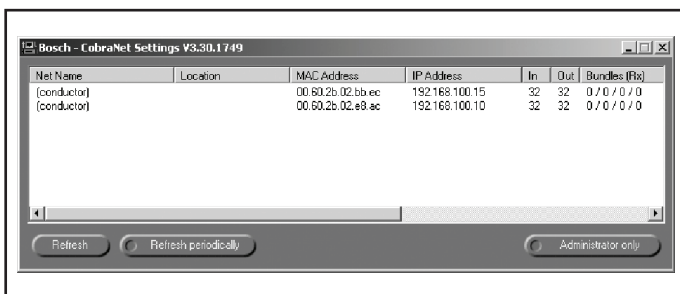
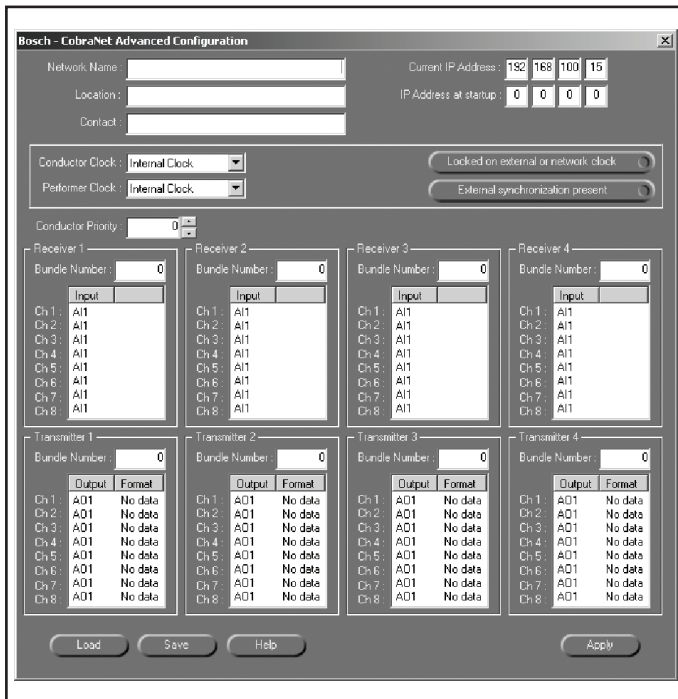

рисунок 13.9: Окно настроек CobraNet
рисунок 13.10: Окно Advanced configuration
На ПК, идите Start > Programs > Bosch > CNConfig. Монитор ПК покажет окно настроек CobraNet (см. рисунок 13.9 в качестве примера).
Окно настроек CobraNet (см. рисунок 13.9) показывает устройства CobraNet сети CobraNet и их параметры CobraNet.
Чтобы изменить значения нескольких параметров одновременно, используйте окно Advanced configuration (см. рисунок 13.10).
С помощью окна Advanced configuration (см. рисунок 13.10) вы можете менять значения параметров CobraNet на устройствах CobraNet. Чтобы открыть окно Advanced configuration, дважды щелкните на устройстве CobraNet в окне настроек CobraNet (см. рисунок 13.9).
- 1 Перейдите в окно Advanced Configuration (см. рисунок 13.10) программы CNConfig.
- Перейдите в окно Advanced Configuration (см. рисунок 13.10) программы CNConfig.
- Дважды щелкните на первом пакетном канале (Ch 1) левой кнопкой мыши. CNConfig показывает окно Tx Advanced Configuration (см. рисунок 13.10). С помощью окна Tx Advanced Configuration можно менять аудиовыходы, соединенные с пакетными каналами.